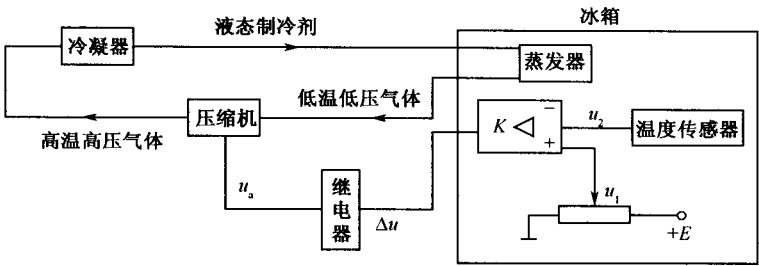

图 1-4 电冰箱制冷系统原理图
1. 电冰箱制冷系统工作原理如图 1-4 所示。继电器的输出电压就是加在压缩机上的电压。简述工作原理,指出控制对象、执行元件、测量元件、被控变量、参考输入,绘出系统元件框图。